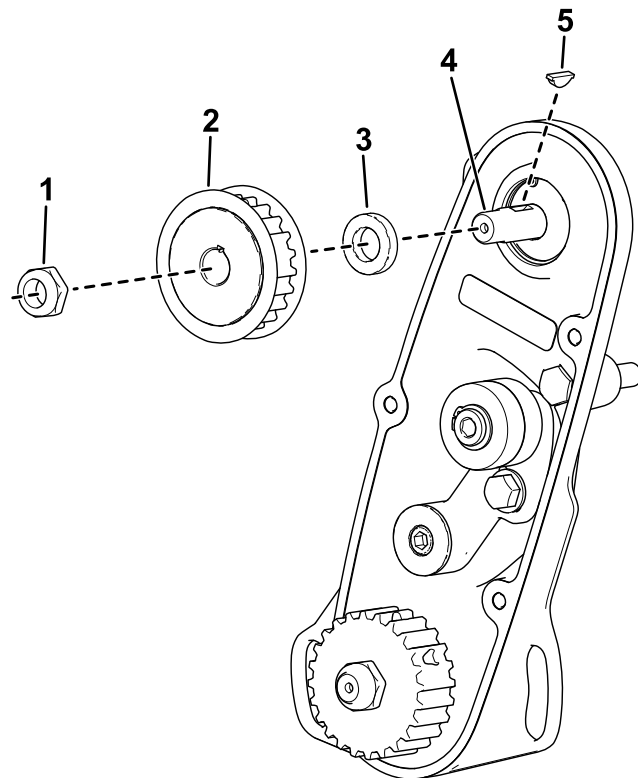

Bild 6
B. Montieren Sie das Distanzstück (**Bild 6**).
C. Setzen Sie die Passfeder in die Keilnut der Antriebswelle ein (**Bild 6**).
D. Installieren Sie die Riemenscheibe (**Bild 6**).
E. Befestigen Sie die neue Spindeltriebswelle mit der Mutter an der Baugruppe (**Bild 6**).